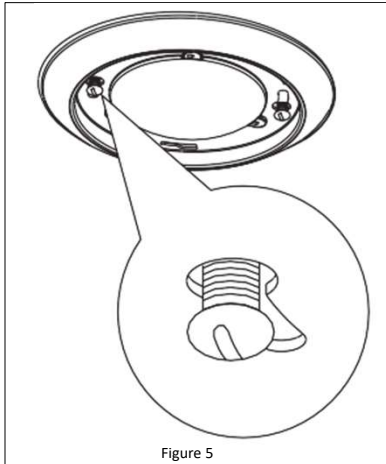

Figure 5
6. Align the screws installed on the junction box in Step 3 with the keyhole cutouts on the fixture. The inner keyholes are for a 4" octagon and round junction boxes and the outer is for a 4" square box. **See Figure 5.**
- Alignez les vis installées sur la boîte de jonction à l'étape 3 avec les découpes en trou de serrure du luminaire. Les trous de serrure intérieurs sont destinés aux boîtes de jonction octogonales et rondes de 10,16 cm et les trous de serrure extérieurs sont destinés aux boîtes carrées de 10,16 cm. **Reportez-vous à la Figure 5.**